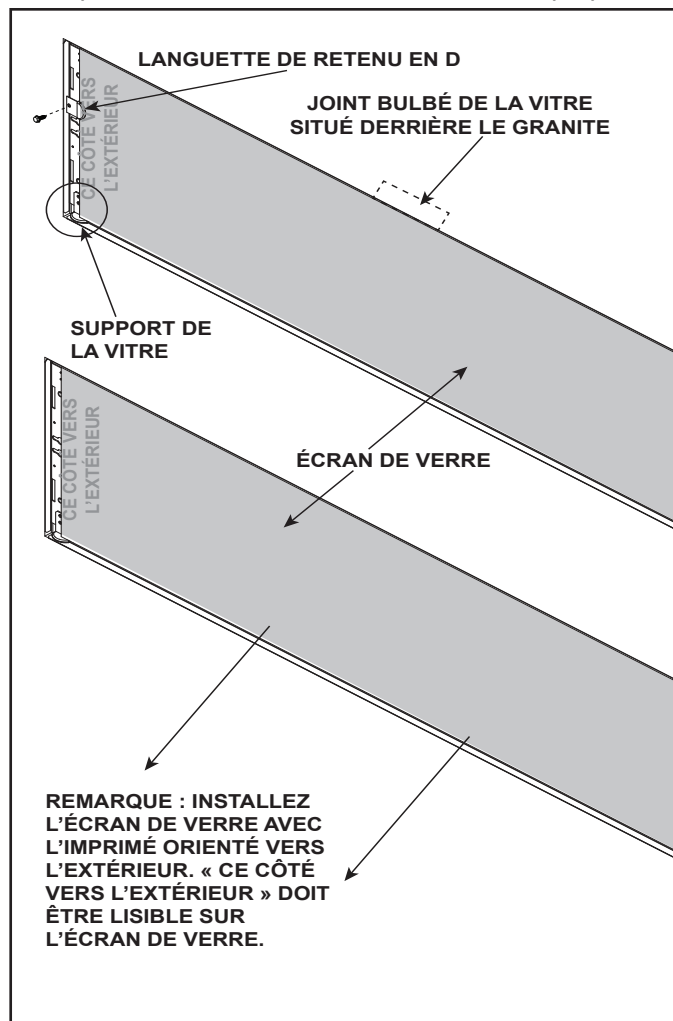

Figure 4.3 Retirer l'écran de verre – Fini Black Granite
3. La vitre repose contre le support de l'écran de verre. Voir la figure 4.3.